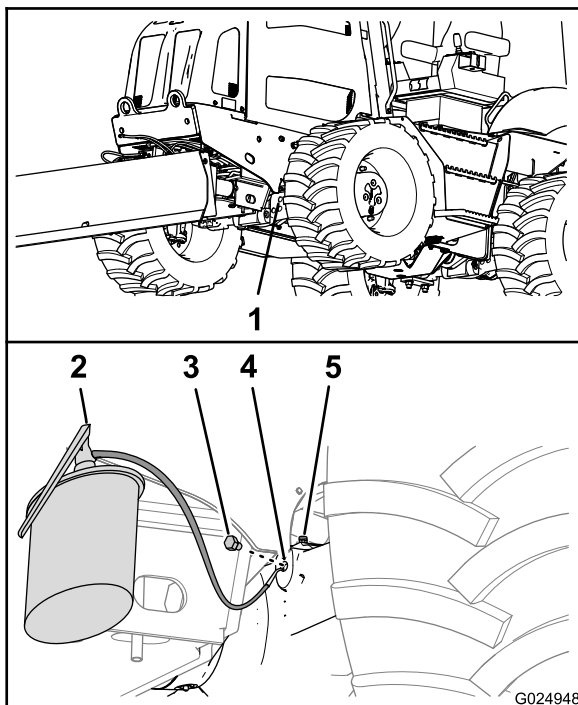
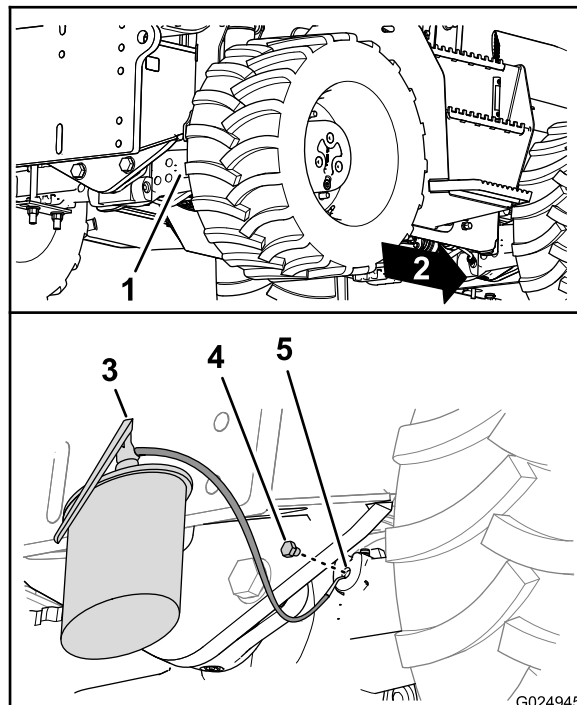

Figura 95
Figura 96
- Montate i tappi di spurgo nei fori di spurgo sugli alloggiamenti del pignone (Figura 95 e Figura 96).
- Rabboccate gli assali con l'olio specificato attraverso il foro spia e controllate che il livello dell'olio raggiunga la base della filettatura del foro (Figura 95 e Figura 96).
- Montate i tappi di riempimento nei fori spia degli alloggiamenti del pignone dell'assale per gli assali (Figura 95 e Figura 96).